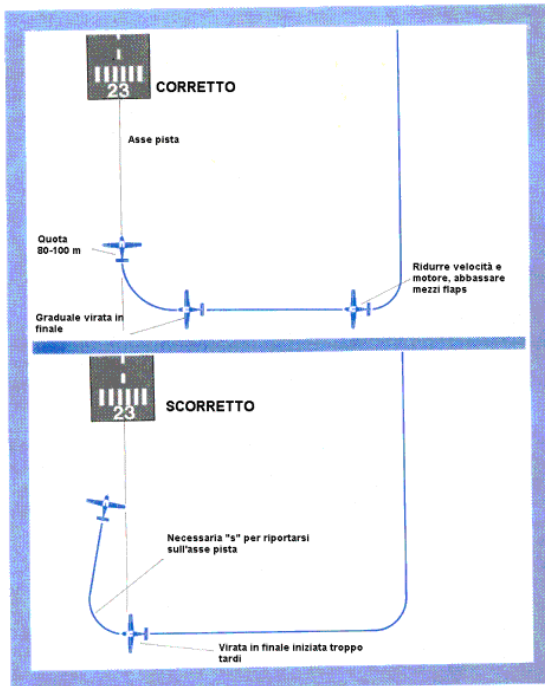

Figura 7
- 3) Impostate una virata graduale verso la pista. Evitate il comune errore di proseguire la base fino ad avere il prolungamento dell'asse pista davanti al naso prima di eseguire la virata. In questo modo vi spostereste certamente verso l'esterno. Se un piccolo scostamento può essere corretto con una dolce "S" (vedi Figura 7);, una virata in finale troppo spostata è foriera di un atterraggio abortito.